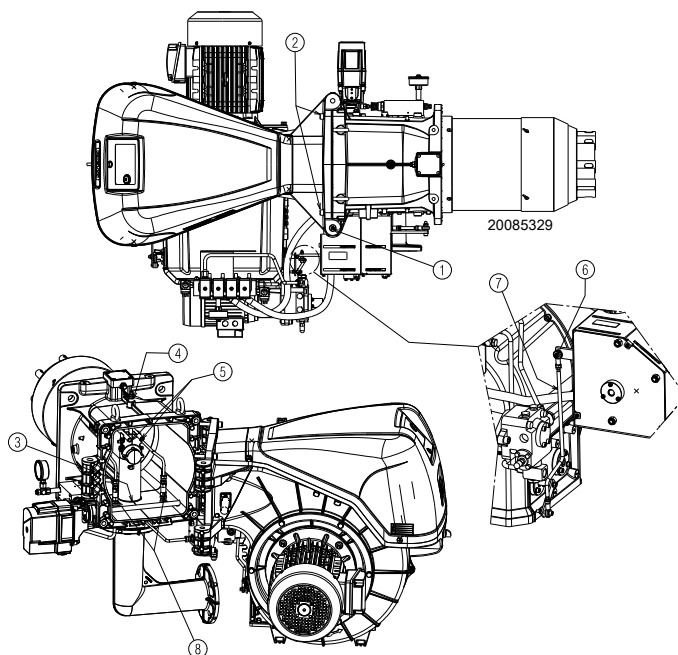

图 15
燃烧器出厂时被预设为右侧开口，因此要保持插销 1) (图 15) 在保护罩中。
- A 取下螺丝 6)，松开连杆 7) (图 15)。
- D 将燃烧器全部打开，如图 15 所示；
要从对侧打开燃烧器，必须在取下插销 1) (图 15) 前，确认 4 个螺丝 2) 已经拧紧。然后将插销 1) 移动到对侧，此时才能取下螺丝 2)；接着按照点 C 中的描述操作。